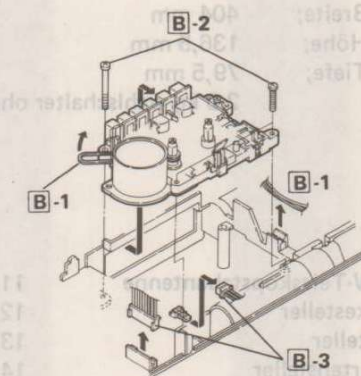

Figure 6-3
- (Refer to Figure 6-3.)
(Siehe Abbildung 6-3.)
(Se reporter à la Figure 6-3.)